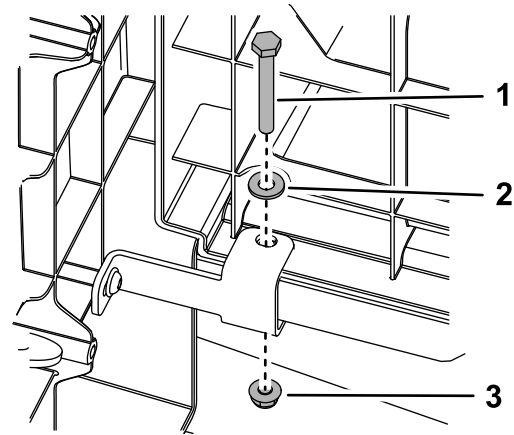

Figura 4
4. Rimuovete e conservate il bullone, la rondella e il dado che fissano il pannello della base del sedile posteriore al pianale sui lati sinistro e destro della macchina (Figura 4).